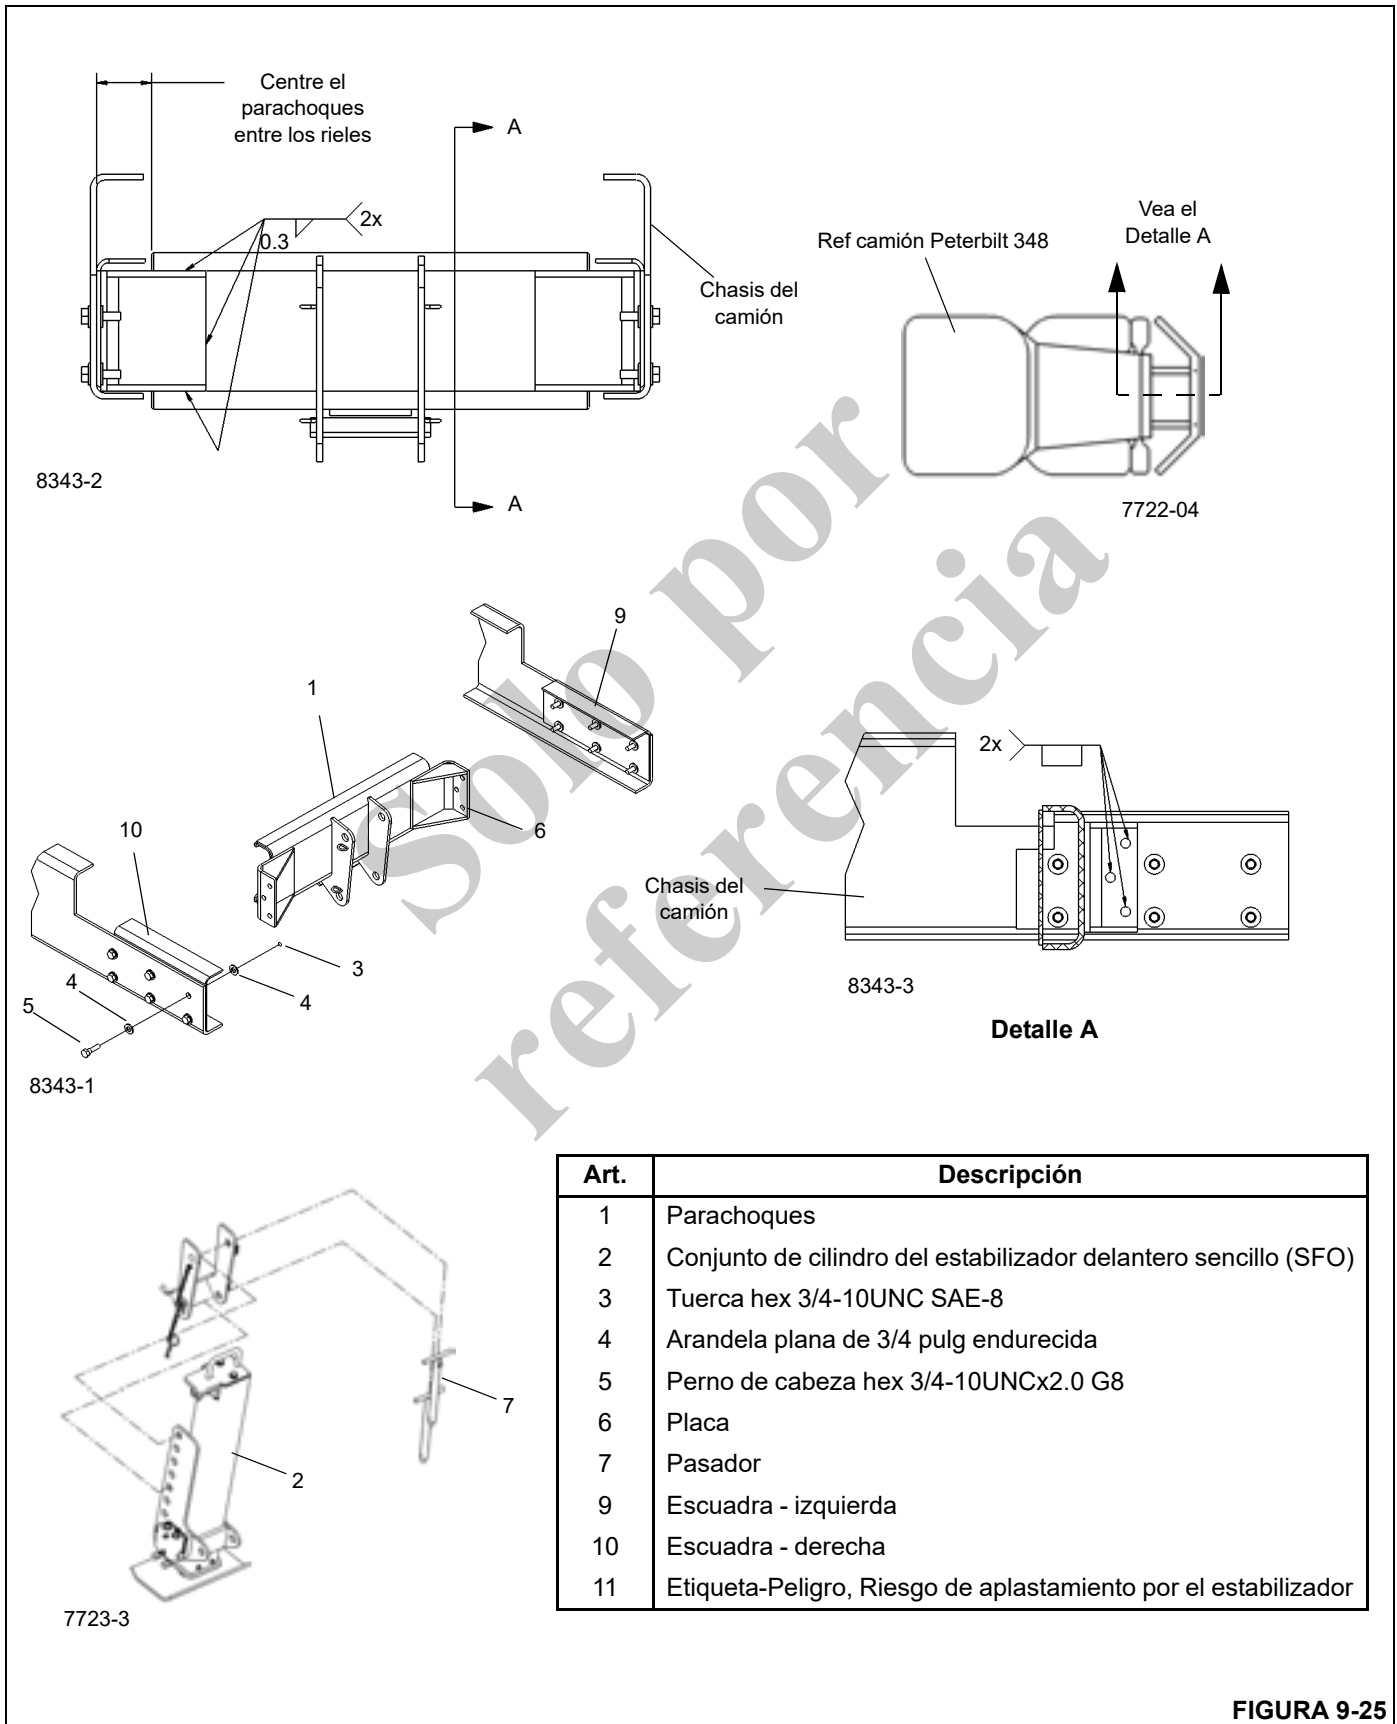

FIGURA 9-25
3. Fije las placas de montaje (6) a los rieles del chasis del camión.
4. Centre el parachoques (1) horizontalmente entre los rieles del chasis, después verticalmente para que haya un espacio libre sobre el suelo entre 355 a 482 mm (14 a 19 pulg) debajo del gato delantero. Suelde por puntos el parachoques a las placas de montaje.
5. Quite el conjunto de parachoques/placa de montaje del camión, después termine de soldar las placas de montaje (6) al parachoques (1) según los requisitos de soldadura en el dibujo de la Figura 9-25; todas las soldaduras deben ser de grado 90.
7. Fije el gato (2) al parachoques (1) usando los dos pasadores (7).
FIGURA 9-25 continuación